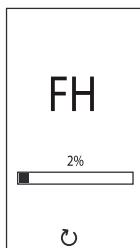

fig. 8 - Odpowietrzanie z włączonym wentylatorem
- Przez następne 20 sekund na wyświetlaczu widoczny jest napis FH, oznaczający cykl odpowietrzania instalacji grzewczej przy pracującym wentylatorze (fig. 8 - Odpowietrzanie z włączonym wentylatorem).